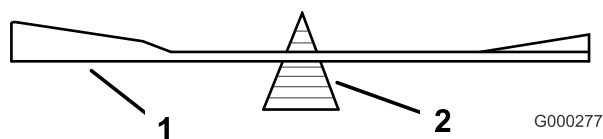
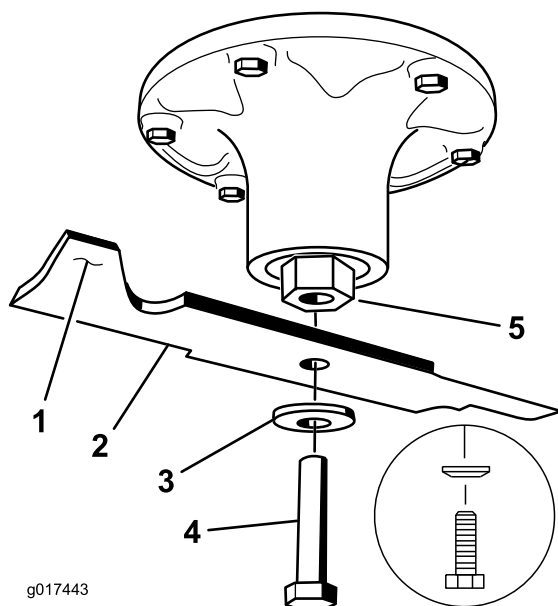

Figura 78
Figura 79
- Controllate l'equilibrio della lama posizionandola su un bilanciatore (Figura 78). Se la lama rimane in posizione orizzontale, è bilanciata e può essere utilizzata. Se la lama non è bilanciata, limate del metallo soltanto dalla costa (Figura 79). Ripetete la procedura finché la lama non è perfettamente bilanciata.
- Montate la lama, il disco elastico e il bullone della lama. Il cono del disco elastico deve essere rivolto verso la testa del bullone (Figura 79). Serrate il bullone della lama a 115–149 Nm.